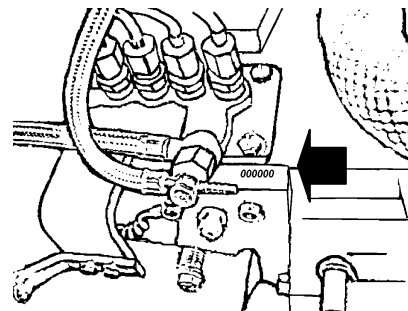

Fig. 1.2
- Märkningar stansade på motorn visar serienumret (se fig. 1.2)